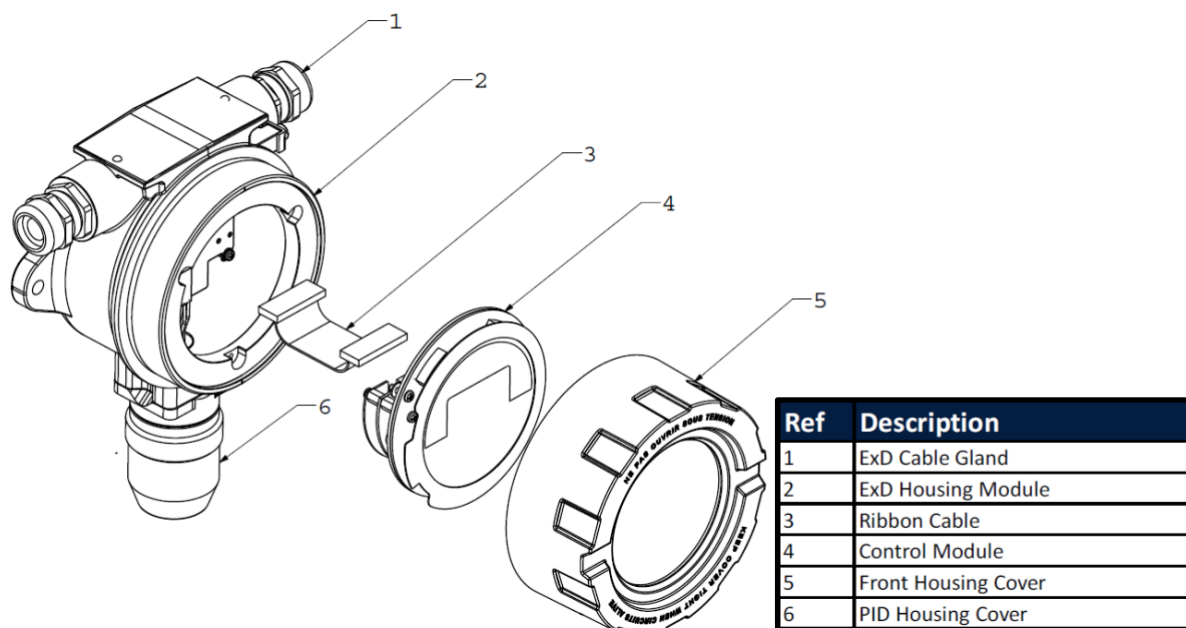

Figura2- Vista esplosa del FALCO 2 11.7
- Svitare i tre bulloni che tengono fermo il modulo di controllo n. 4 Figura2 dal modulo abitativo ExD elemento 2.
- Scollegare il cavo piatto Figura2 elemento 3 del modulo di controllo Figura2 l'elemento 4 dal suo connettore a nastro per accedere ai morsetti.
- Far passare i cavi attraverso i pressacavi ExD Figura2 Elemento 1 e collegarli ai morsetti secondo necessità. Fare riferimento alla sezione sulla configurazione del loop di corrente nelle pagine seguenti.